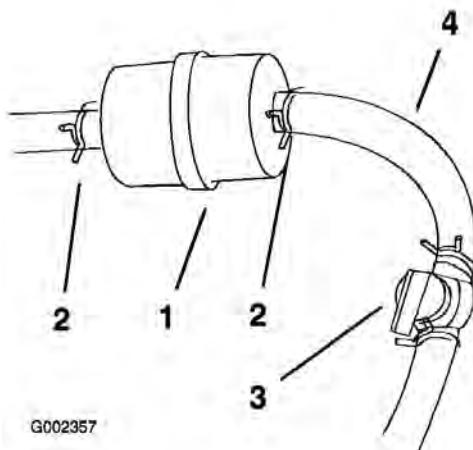

Figure 40
4. Fermez le robinet d'essence (Figure 40).
5. Pincez les extrémités des colliers et faites glisser ceux-ci pour les éloigner du filtre (Figure 40).
7. Posez un filtre neuf et rapprochez les colliers de fixation du filtre (Figure 40).
- Fermez le robinet d'essence (Figure 40).
- Desserrez le collier de serrage au niveau du filtre à carburant et éloignez-le du filtre en le poussant le long de la conduite d'alimentation (Figure 40).
- Débranchez les conduites d'alimentation du filtre à carburant (Figure 40).
Remarque: Laissez l'essence s'écouler dans un bidon ou un bac de vidange (Figure 40).
- Raccordez la conduite d'alimentation au filtre. Rapprochez le collier de serrage du filtre pour fixer la conduite d'alimentation (Figure 40).